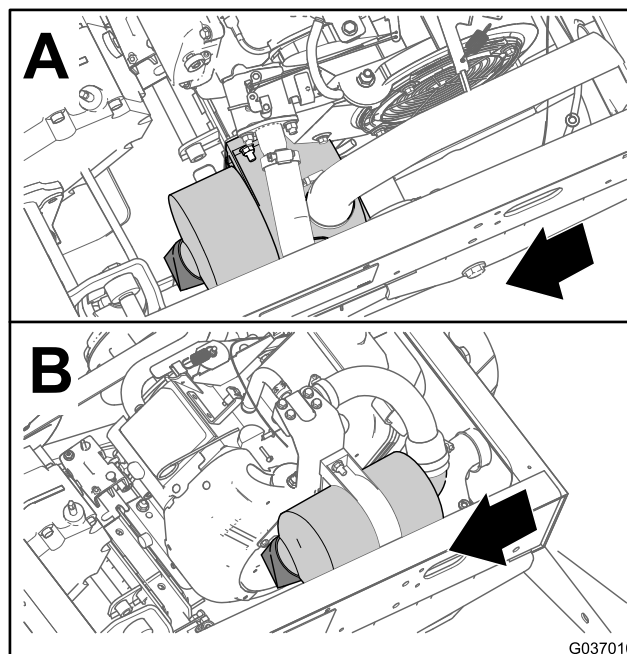
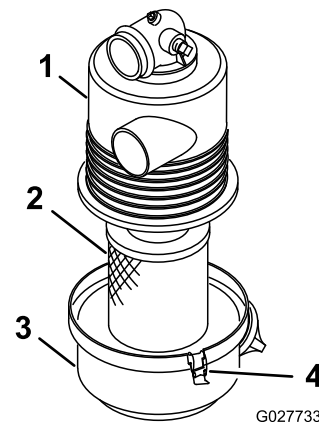

Figure 32
Figure 33
2. Vérifiez si le boîtier du filtre à air présente des dommages susceptibles d'occasionner des fuites d'air (Figure 32 et Figure 33).
3. Desserrez les dispositifs de verrouillage qui fixent le couvercle sur le boîtier du filtre à air (Figure 33).
4. Séparez le couvercle du boîtier du filtre à air et nettoyez l'intérieur du couvercle (Figure 33).
3. Insérez l'élément filtrant dans le boîtier du filtre à air (Figure 33).
4. Alignez le couvercle du filtre à air sur le boîtier du filtre à air (Figure 33).
5. Fixez le couvercle au boîtier avec les dispositifs de verrouillage (Figure 33).